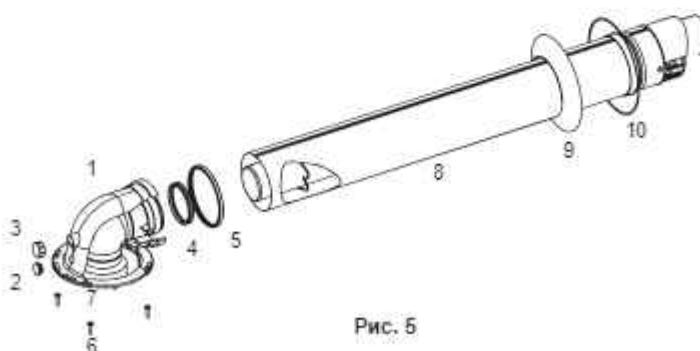

Рис. 5
- Отдельно от прибора (Опция) предоставляется комплект герметичного дымохода в картонной коробке. Стандартный комплект герметичного дымохода (\varnothing 60/100) состоит из нижеуказанных частей (Рисунок 5).